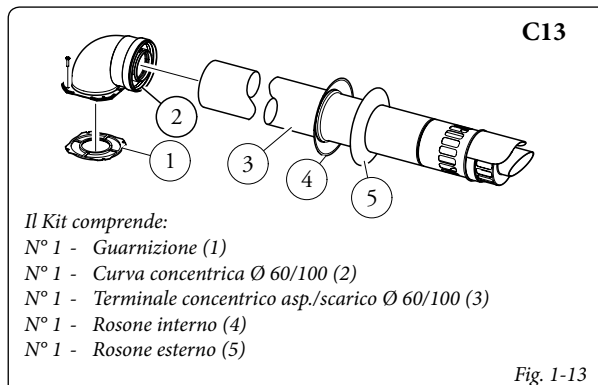

Fig. 1-13
Kit orizzontali di aspirazione - scarico Ø 60/100. Montaggio kit (Fig. 1-13): installare la curva con flangia (2) sul foro centrale della caldaia interponendo la guarnizione (1) posizionandola con le sporgenze circolari verso il basso a contatto con la flangia di caldaia e serrare con le viti presenti nel kit. Innestare il tubo terminale concentrico Ø 60/100 (3) con lato maschio (liscio), nel lato femmina della curva (2) sino a portarlo in battuta, accertandosi di avere già inserito il relativo rosone interno ed esterno, in questo modo si otterrà la tenuta e la giunzione degli elementi che compongono il kit.